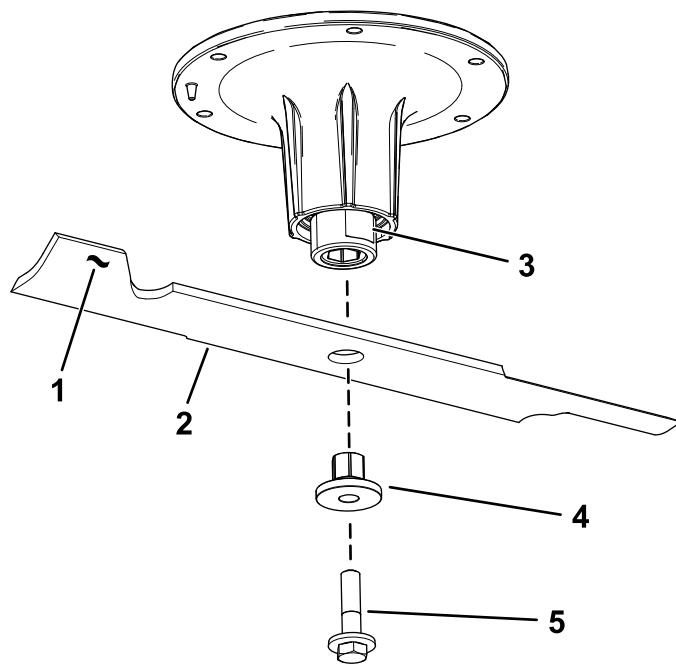

Figura 3
2. Retire a cavilha da lâmina, o casquilho, e a lâmina do eixo (Figura 3).